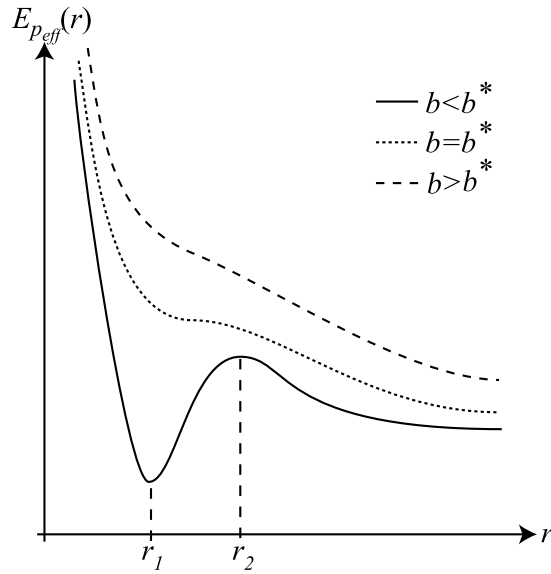

FIGURE 6: Énergie potentielle effective  $E_{p_{\text{eff}}}(r)$  pour différentes valeurs du paramètre d'impact  $b$  et une vitesse à l'infini  $V_0$  fixée.
**3.j)** Sur la figure 6 nous avons tracé des courbes représentatives de  $E_{p_{\text{eff}}}(r)$  pour différentes valeurs du paramètre d'impact  $b$  et une vitesse à l'infini  $V_0$  fixée. Expliquer qualitativement l'allure de ces courbes.